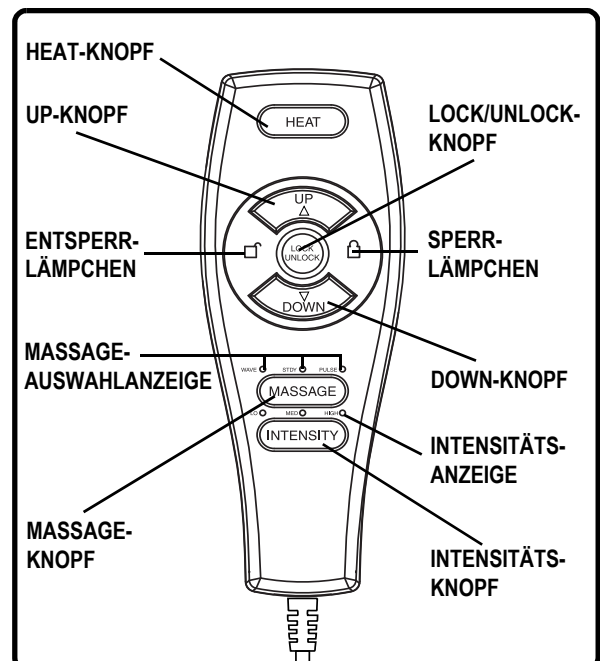

Abbildung 5.2 Handsteuerung mit Sitzheizungs- und Massagefunktion
### So gelangen Sie in die Sitz-Stellung (Abb. 5.2):
### So gelangen Sie aus der Sitz-Stellung in die Liege-Stellung (Abb. 5.2):
**So stehen Sie aus Ihrem Aufrichte-Stuhl auf (Abb. 5.2):**
**So verwenden Sie die Tastensperre (Abb. 5.2):**
**So verwenden Sie die Sitzheizung (Abb. 5.2):**
**So verwenden Sie die Massagefunktion (Abb. 5.2):**
**So regeln Sie die Intensität der Massagefunktion (Abb. 5.2):**